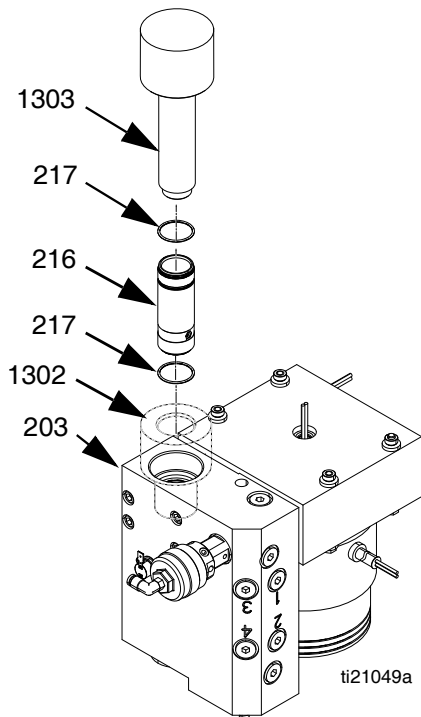

ABB. 36
2. Innenzylinder-Installationswerkzeug (1302) im Auslassverteiler (203) des Schmelzers platzieren, um Dichtungen vor scharfen Gewinden zu schützen. Siehe ABB. 36.
3. Außenzylinder-Installationswerkzeug (1303) verwenden, um den Zylinder (216) in den Auslassverteiler(203) des Schmelzers zu drücken. Bei Bedarf mit Gummihammer einklopfen. Siehe ABB. 36.